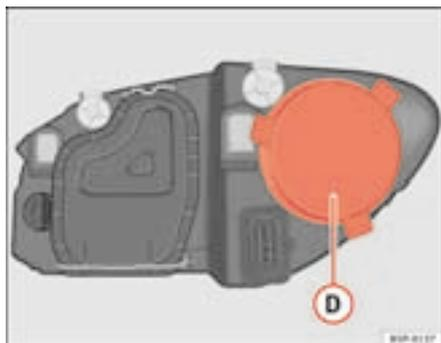

Fig. 183 Luz de presença
- Retirar a tampa ⇒ fig. 183 **D**), puxando-a.